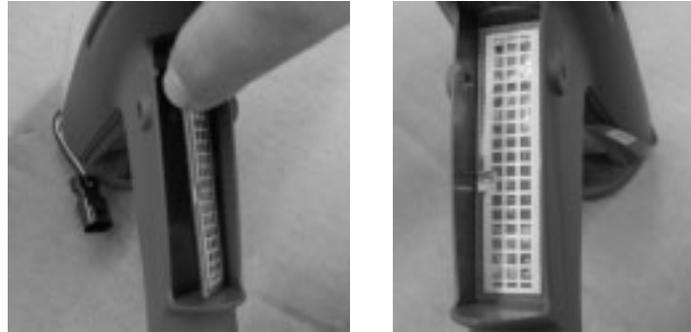

Figure 21 Installation de l'interrupteur à gâchette- Étape 4
4. Voir la figure 21. Décoller la pellicule adhésive de l'interrupteur.